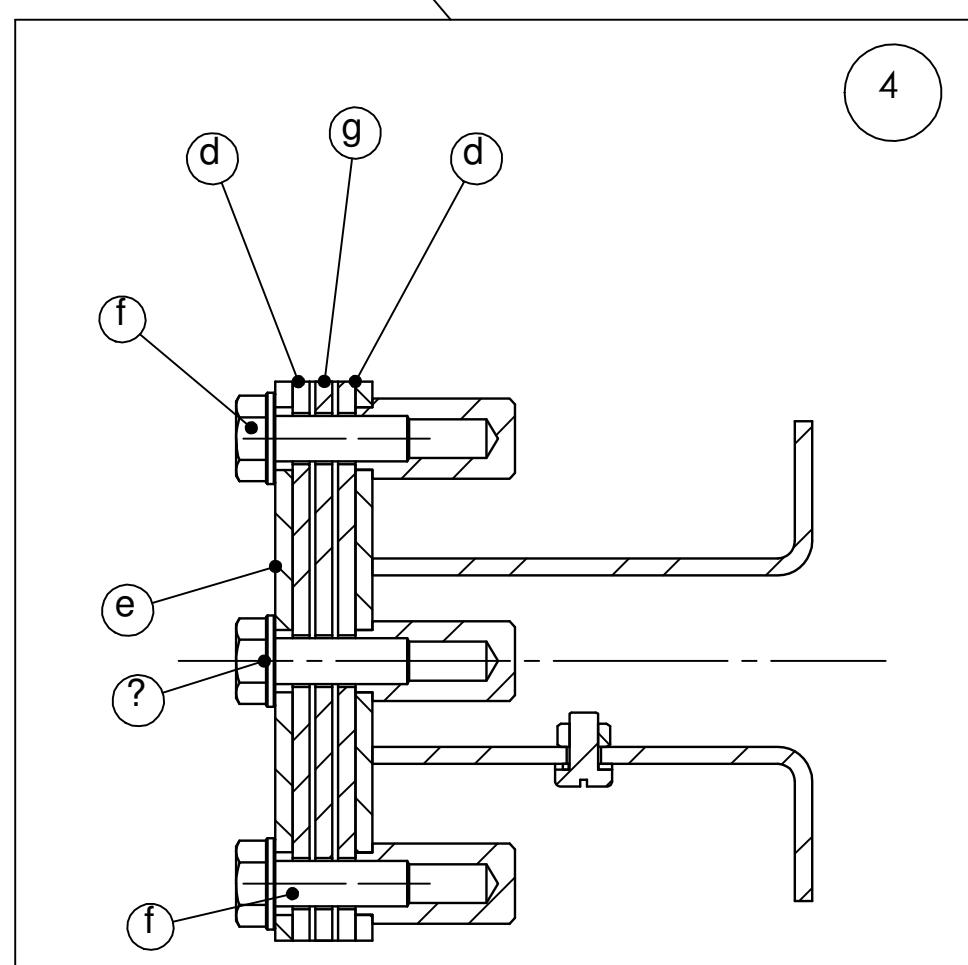

Рис.04
- 4.- Place the anchor in the external part of the pool panel (g) and fix it on the inside, placing the sealing gasket (d) and the flange (e) with screws (f). (Fig.04).
- 4.- Posicionar el anclaje en parte exterior del panel (g) de la piscina, y fijar por la parte interior, colocando las juntas de estanqueidad (d) y brida (e), mediante los tornillos (f). (Fig.04).
- 4.- Positionner l'ancrage à l'extérieur du panneau (g) de piscine, et fixer à l'intérieur, en plaçant les joints (d) et la bride (e), à l'aide des vis (f). (Fig.04).
- 4.- Die Verankerung auf der Außenseite der Schwimmbadplatte (g) positionieren und sie auf der Innenseite befestigen, indem die Fugendichtung (d) und Flansch (e) mit den Schrauben (f) verbunden. (Fig.04).